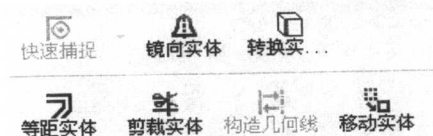
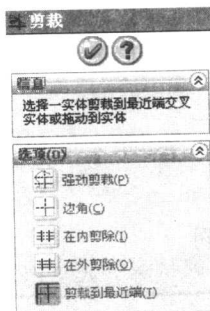

图 1.14 草图绘制扩展工具条
图 1.15 “剪裁”属性管理器
(8) 单击 CommandManager 工具栏中的“扩展”按钮, 弹出草图绘制扩展工具条, 如图 1.14 所示。
(9) 单击如图 1.14 所示工具条上的“剪裁实体”按钮 ，在“剪裁”属性管理器中选择“裁剪到最近端”选项，如图 1.15 所示。